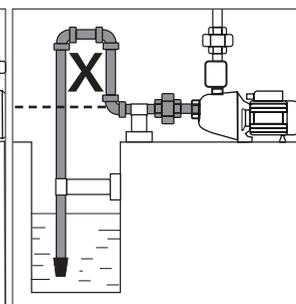

Fig. 05
6. Não posicione o tubo de sucção acima do nível da bomba [Fig. 05].